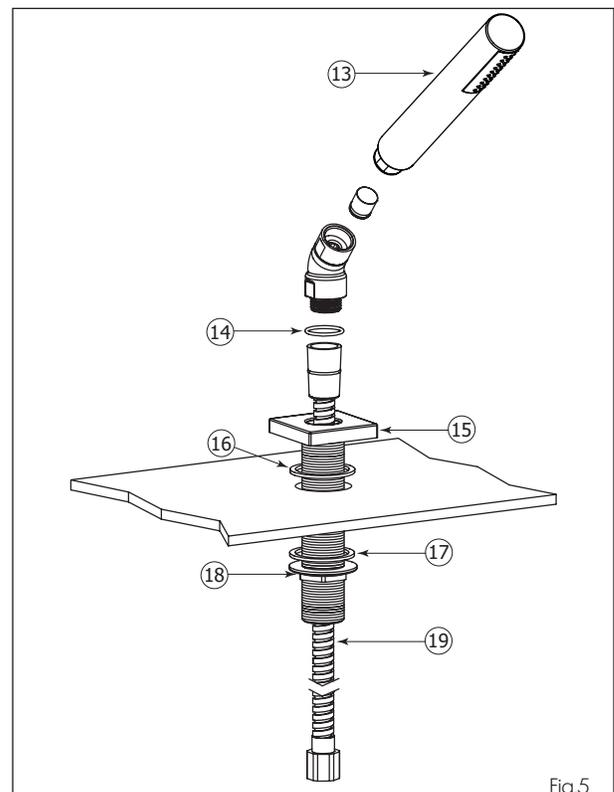

Fig.5
Insert the one-piece base (decorative flange, threaded rod (15) and o-ring (16)) into the deckmount hole. Secure with supplied tie-down kit (17 and 18) (see Fig.5). Insert the chrome hose (19) into the base hole (smaller 3/8 hex nut end). Then connect the other end of the hose (including washer (14)) to the handshower (13). Tighten firmly.
Insérer la base de douchette (rosace décorative et tige filetée (15) dans le trou de la surface en incluant la rondelle (16). Ensuite fixer la base avec l'écrou (18) et la rondelle en caoutchouc (17) (voir Fig.5). Insérer le raccord HEX 3/8" (le raccord plus petit) du boyau en chrome (19) dans le trou de la base. Ensuite, raccorder l'autre bout du boyau (incluant la rondelle en caoutchouc (14)) à la douchette (13). Bien serrer.